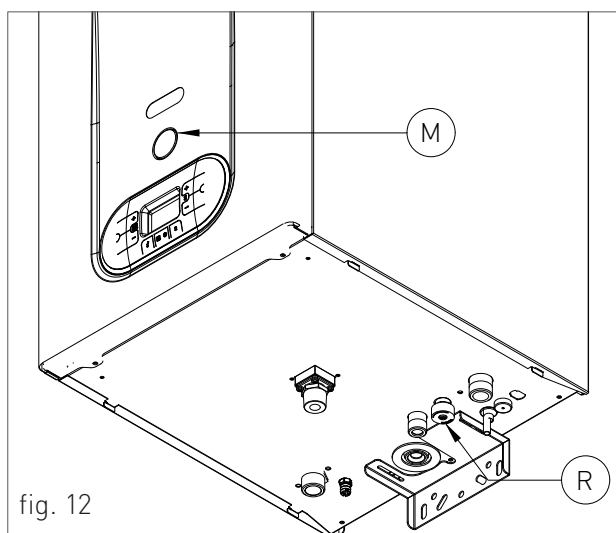
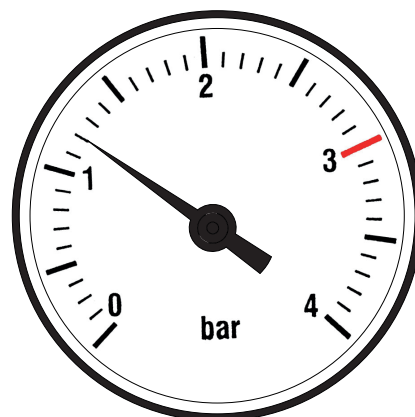

fig. 12
fig. 14
4. Ouvrir le bouchon de remplissage "R" (fig. 12) ;
6. Utiliser le manomètre "M" (fig. 12) pour s'assurer que la pression du système atteint 1,2 bar (fig. 14) ;
7. Après avoir effectué cette opération, s'assurer que la vanne de remplissage "R" (fig. 12) est bien fermée.
10. Si après avoir effectué ces opérations, une diminution de la pression de l'eau se produit à l'intérieur du système, ouvrir à nouveau le bouchon de remplissage "R" jusqu'à ce que le manomètre indique la valeur de 1,2 bar (fig. 14).